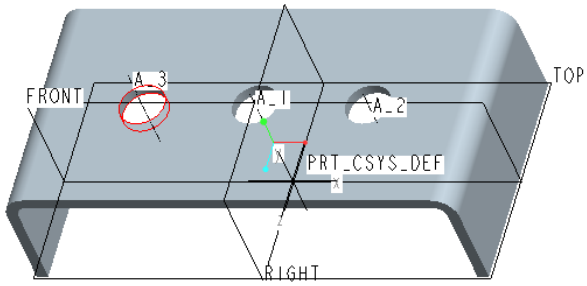

図 2-23 完成した部品
- ・検証モードをクリックして穴フィーチャーの完成を確認し、フィーチャー終了をクリックすると図 2-23 のように穴が三つあけられた部品が完成する。